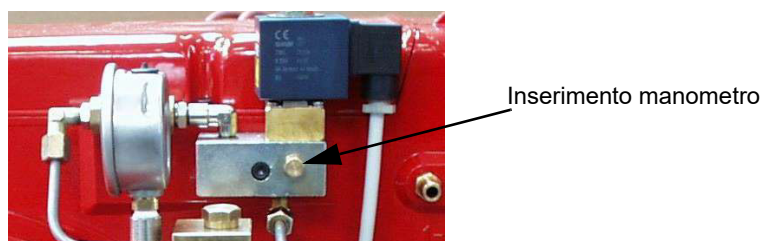
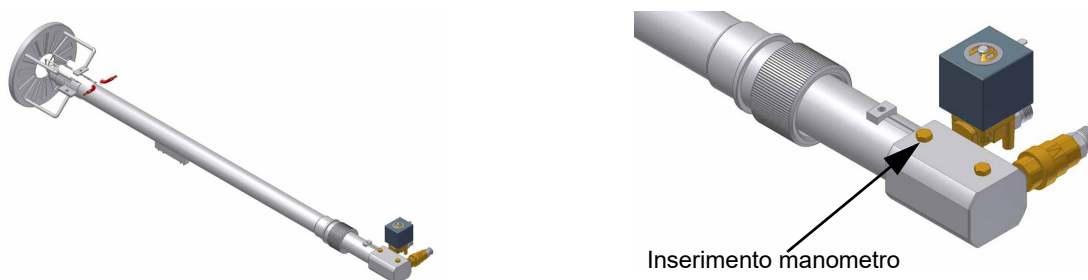

Fig. 9 - Blocchetto distributore gasolio
Fig. 10 - Testa di combustione con lancia gasolio
- 4 La pressione di alimentazione ugello è già pre-tarata in fabbrica e non deve essere cambiata. Solo se necessario, regolare la pressione di alimentazione nel modo seguente: inserire un manometro nella posizione indicata in Fig. 9 Fig. 10 agire sulla vite di regolazione **VR** della pompa fino ad ottenere una pressione all'ugello pari a 20 bar (ugelli Bergonzo - vedere grafici in Fig. 7)